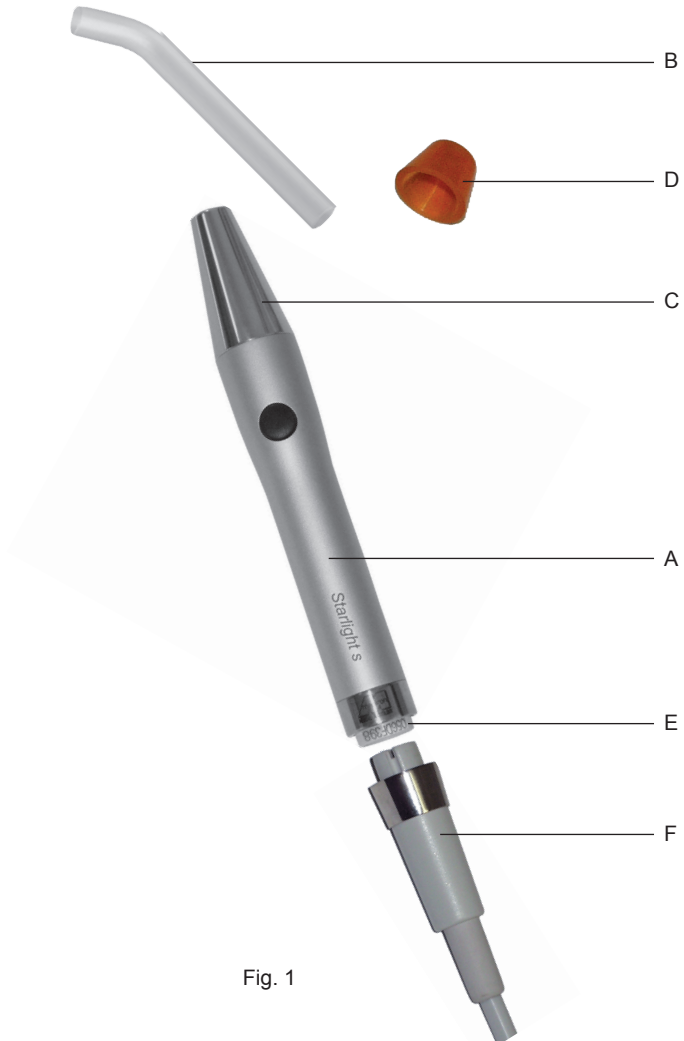

Fig. 1
El número de serie del aparato está grabado en el conector del mismo (Fig.1 - Ref.E).
- 1 Pieza de mano Starlight s, Fig.1 - Ref.A.
- 1 Fibra óptica diámetro 8 mm, Fig.1 - Ref.B.
- 1 Protección óptica, Fig.1 - Ref.D.
- 1 Cordón Starlight s de 180 cm. de longitud, Fig.1 - Ref.F.